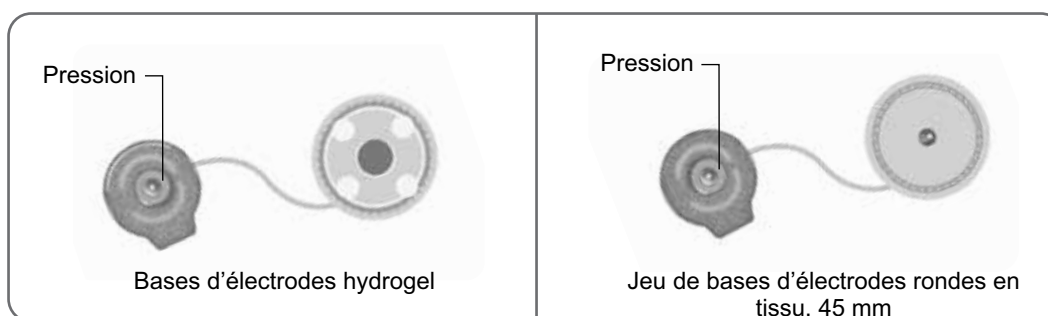

Figure 6-3 : Bases d'électrodes compatibles avec la jambière normale
**Les bases d'électrodes suivantes peuvent être utilisées avec la jambière normale : (reportez-vous à la figure 6-3)**